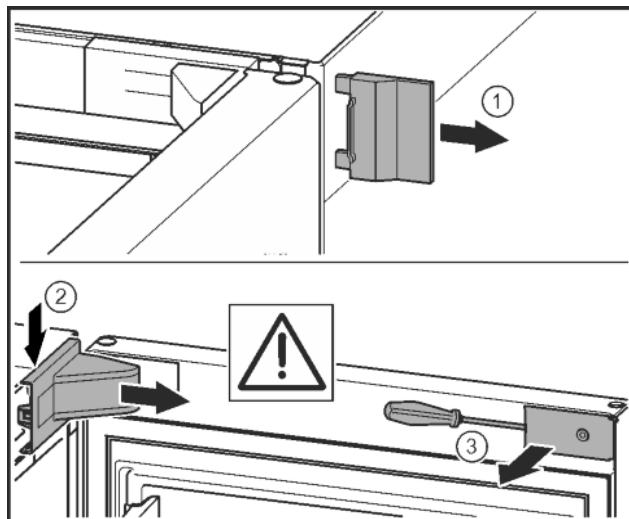

*Fig. 9*
- За допомогою викрутки T15 ослабте гвинт на демпферному вузлі приблизно на 14 мм. *Fig. 9 (1)*
- Переміщаючи викрутку з боку ручки за демпферний вузол, поверніть уперед. *Fig. 9 (2)*
- Витягніть демпферний вузол. *Fig. 9 (3)*